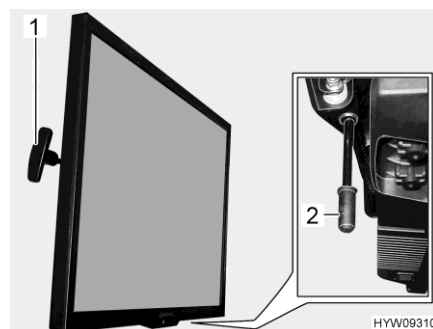

Bild 103 Platt bildskärm
- Dra i handtaget (Bild 103,1) och håll fast. Den platta bildskärmen är upplåst.
- Dra handtaget (Bild 103,2) nedåt och håll fast. Den platta bildskärmen är upplåst.